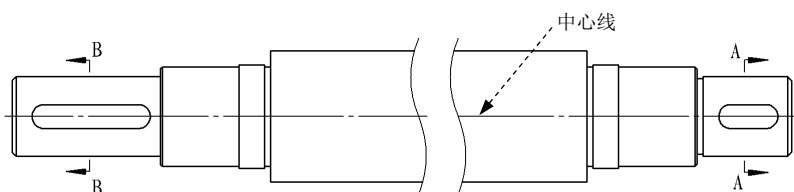

图 6.15.2 创建中心线
(1) 选择命令。选择下拉菜单 **插入(I)** → **注解(A)** → **中心线(C)...** 命令，系统弹出“中心线”对话框。
(2) 选取要添加中心线的零件特征。单击主视图。
(3) 单击“完成”按钮 ，完成中心线的创建，如图 6.15.2 所示。